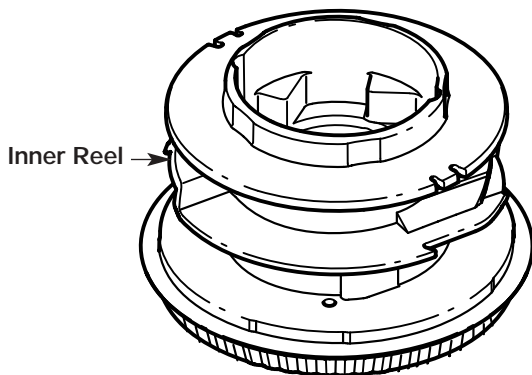

Fig. 25
4. Retirez tout le fil du moulinet intérieur avant de nettoyer. Enlevez tout débris ou trace d'herbe du bouton, du ressort, du moulinet et du joint en mousse. Lavez le moulinet intérieur avec de l'eau tiède savonneuse (Fig. 25).